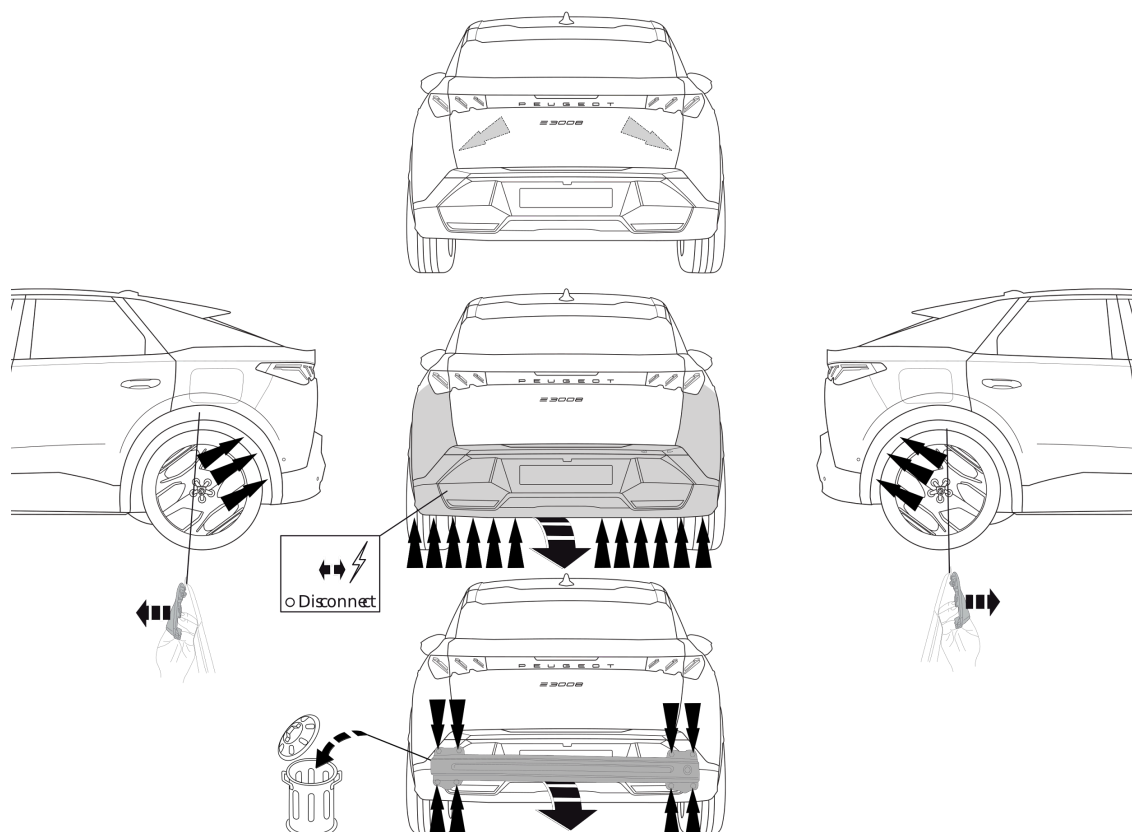

Fig. 1
1. Remove the bumper and the buffer beam from the vehicle. The buffer beam will no longer be needed. See figure 1.
abmontieren. Der Stoßbalken wird nicht mehr benötigt. Siehe Abbildung 1.
plus utilisée. Voir la figure 1.
8. Boucher les parties indiquées (voir la fig.1).
1. Снять бампер вместе со буферным брусом автомобиля. Буферный брус больше не понадобится. См. рисунок 1.